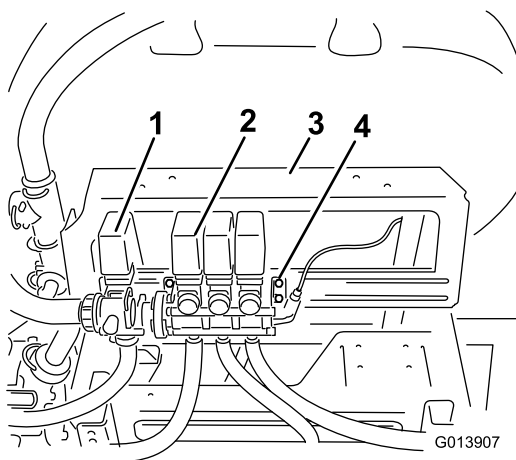

Рисунок 3
- Ослабьте затяжку (не выворачивая полностью) болтов крепления клапана стрелы в сборе к монтажному кронштейну (Рисунок 3).